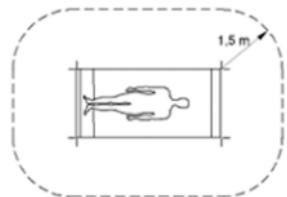

Fig. 2
- ⚠️** Sostituire le batterie al di fuori dell'ambiente del paziente (ad almeno 1,5 metri dal paziente o dal supporto del paziente secondo la norma IEC 60601-1, vedi Fig. 2).